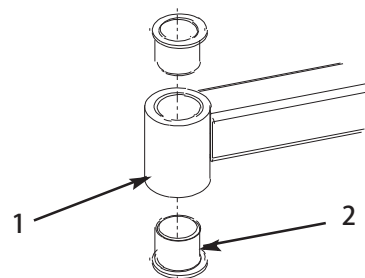

図 30
4. ピン・ポンチを使って、チューブの上または下からブッシュをたたき出す(図30)。他のブッシュも、同様にしてチューブから取り外す。チューブの内部をきれいに清掃する。